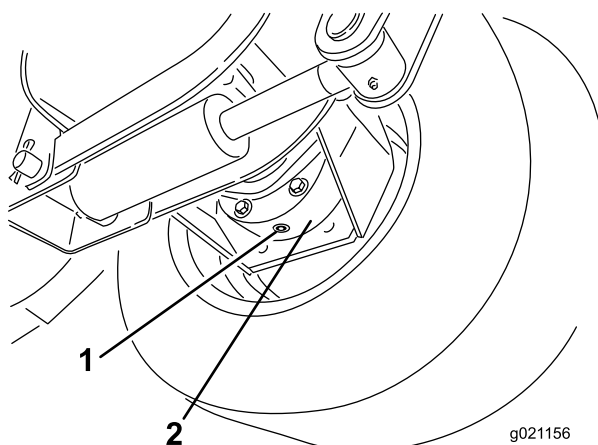

Рисунок 75
3. Подставьте поддон под корпус тормоза, снимите пробку и дайте маслу стечь (Рисунок 75).